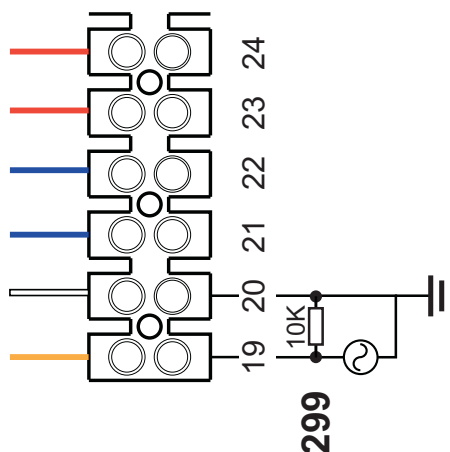

fig. 91 -
**ATTENZIONE:** Nel caso di instabilità di lettura del segnale 0-10V, da parte della centralina elettronica, si suggerisce di collegare il riferimento del segnale a terra, e inserire in parallelo una resistenza da 10K, come da fig. 91.